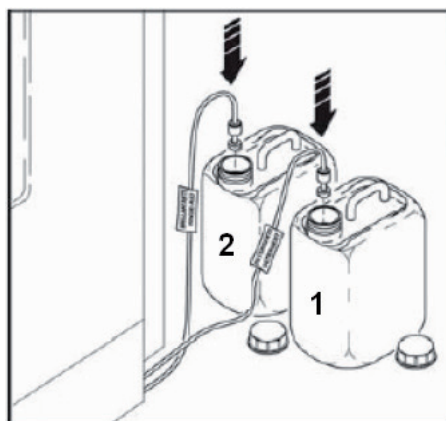

Fig. 22
- nel caso la lavastoviglie fosse dotata degli automatismi di dosaggio del detersivo (1)/brillantante (2), controllare il livello brillantante e detersivo nel contenitore esterno, ed eventualmente sostituirlo (fig. 22)